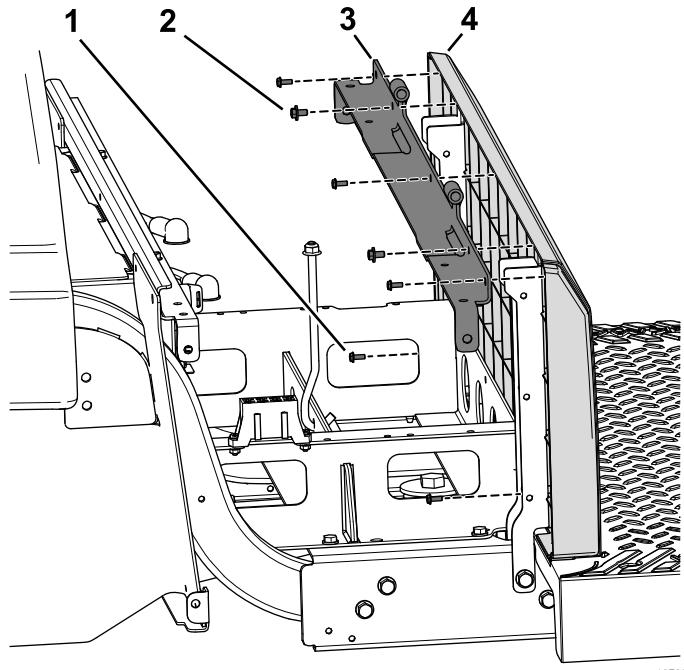

Рисунок 86
панель основания сиденья к левой и правой опорам сиденья (Рисунок 86).
- С помощью 5 винтов (№ 10 x 1/2 дюйма) прикрепите заднюю панель к угловому опорному кронштейну и опорам сиденья (Рисунок 86).